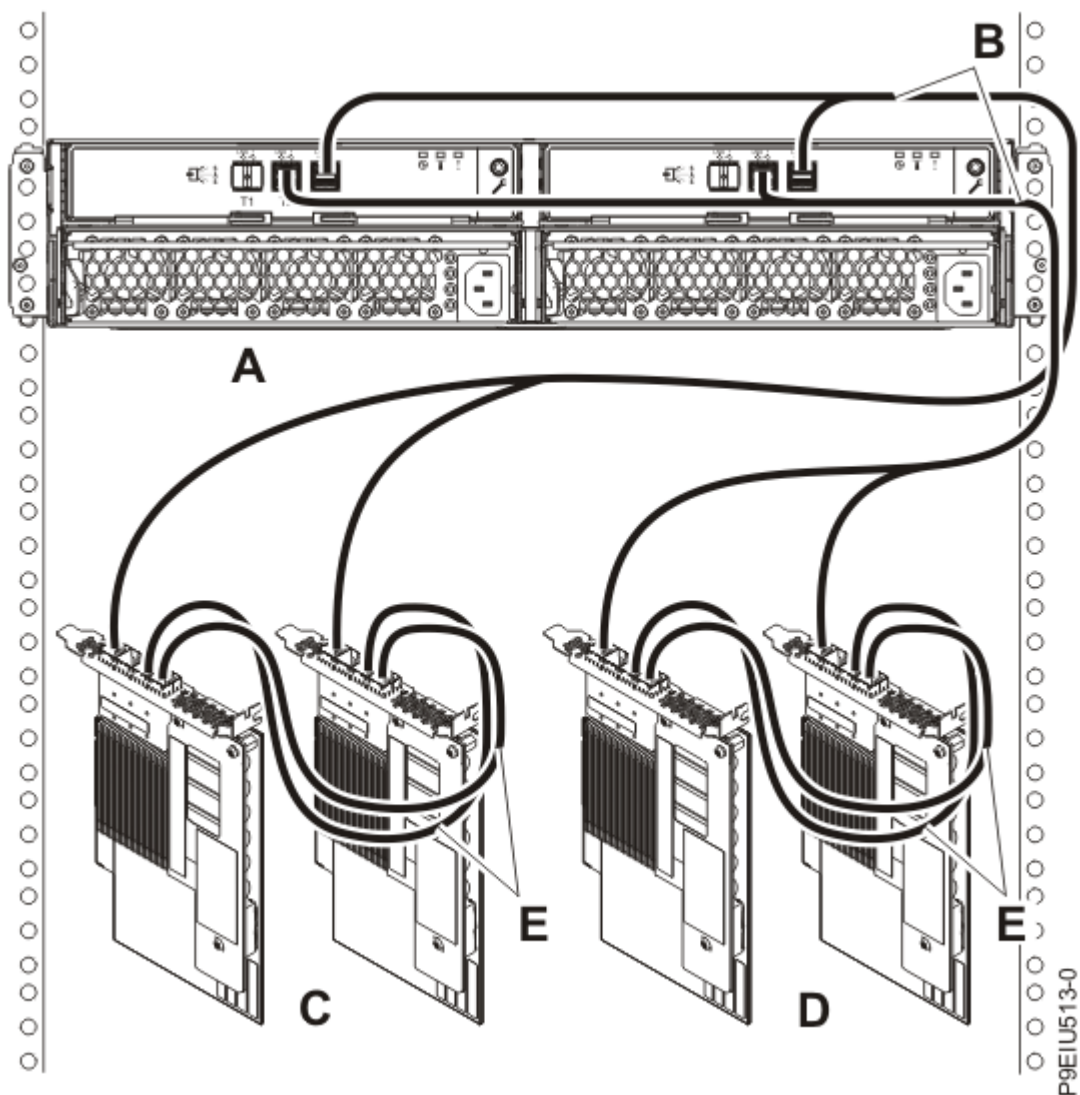

Figura 22. Conexão do modo 2 de um ESLS usando cabos X12 para dois pares de adaptadores SAS FC EJ0L ou dois pares de adaptadores SAS FC EJ14 com cabos AA
22. Conclua uma conexão de modo 2 de um gabinete (A), usando cabos X12 (B), para dois pares de adaptadores SAS FC EJ0L ou dois pares de adaptadores SAS FC EJ14 (C e D), com cabos AA (E), conforme mostrado em Figura 22 na página 27. Em seguida, continue com “Conectando cabos, cabos de energia e instalando tampas” na página 29.